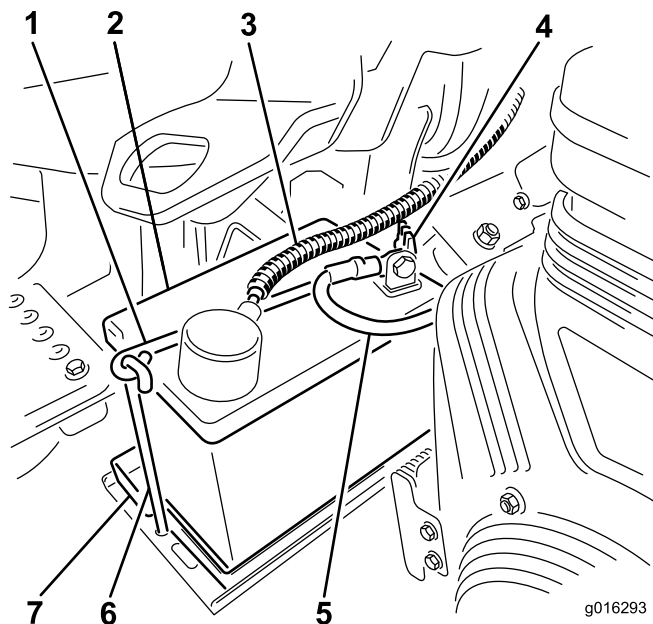

Figura 8
7. Coloque a bateria no tabuleiro da bateria e prenda-a com o grampo e dispositivos de fixação previamente removidos (Figura 8).
8. Instale o cabo positivo (vermelho) no terminal positivo (+) e o cabo negativo (preto) no terminal negativo (-) da bateria e fixe-os com os parafusos e as porcas (Figura 8). Coloque a protecção de borracha sobre o terminal positivo para evitar um curto-circuito.